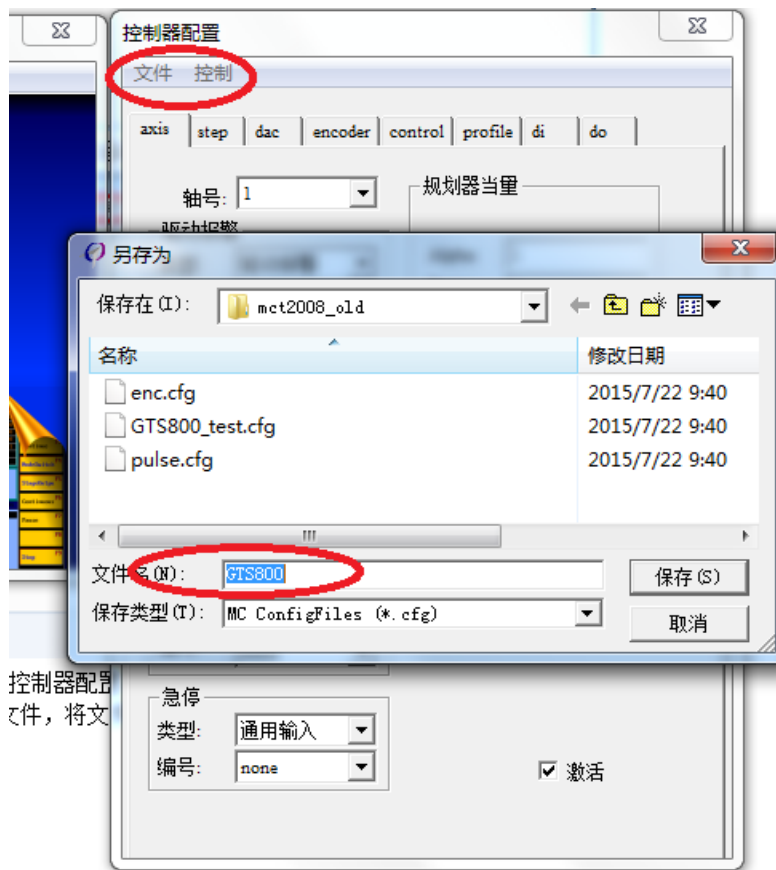

图 17
5、点击文件→写入到文件，将文件名改成 GTS800，保存到桌面，如图 17